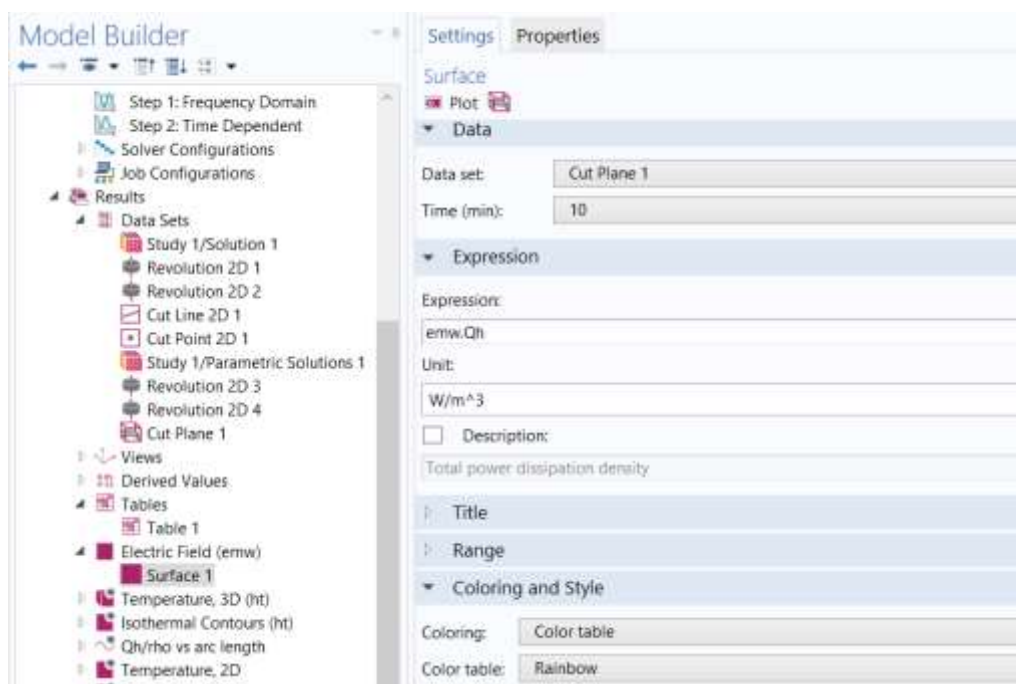

Рис. 12.36. Установки вывода плотности потока мощности через поверхность
2. В окне **Setting** для Surface (поверхность), найдите раздел **Expression** (выражения) (рис. 12.36).